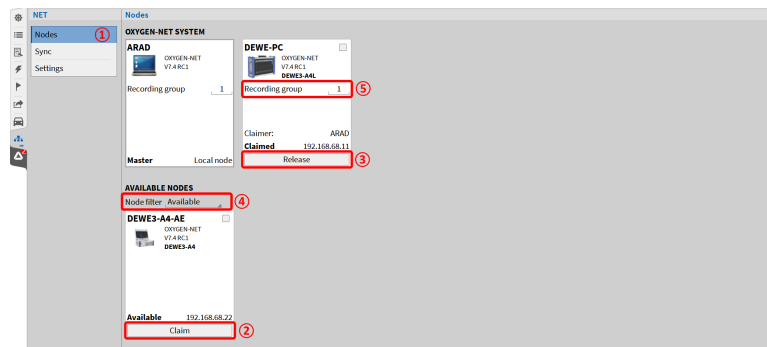

Abb. 15.9: OXYGEN-NET Menü – Knoten
Das Menü *Knoten* (siehe ① in Abb. 15.9) bietet einen Überblick über alle Messgeräte, die mit demselben Ethernet-Netzwerk verbunden sind. Der Abschnitt *Verfügbare Knoten* zeigt alle verfügbaren Geräte an, während der Abschnitt *OXYGEN-NET System* alle mit dieser Master-Unit verbundenen Slave-Units anzeigt.
Um ein OXYGEN-NET Netzwerk zu erstellen oder zu erweitern, muss die Option *OXYGEN-NET aktivieren* auf jedem beteiligten Gerät aktiviert sein. Damit ein Gerät beansprucht werden kann, muss außerdem die Option *Steuerung erlauben* aktiviert sein. Um diese Optionen zu aktivieren und zu deaktivieren, siehe *OXYGEN-NET Menü – Einstellungen*. Geräte, bei denen die Optionen *OXYGEN-NET aktivieren* und *Steuerung erlauben* aktiviert sind, können von einer Master-Unit beansprucht und mit dem OXYGEN-NET-System verbunden werden. Um ein Gerät zu beanspruchen, klicken Sie auf die Schaltfläche *Claim* unter dem entsprechenden Messgerät oder wählen Sie mehrere Geräte über das Kontrollkästchen aus und klicken Sie auf eine beliebige Schaltfläche *Claim* (siehe ② in Abb. 15.9). Einmal beansprucht, werden diese Geräte als Slave-Geräte betrachtet.
Beanspruchte Geräte können durch Anklicken der entsprechenden Schaltfläche *Release* (siehe ③ in Abb. 15.9) aus dem OXYGEN-NET System freigegeben werden. Nach der Freigabe kann das Messgerät wieder als eigenständiges Gerät verwendet oder an ein anderes OXYGEN-NET System angeschlossen werden.
Der Knotenfilter (siehe ④ in Abb. 15.9) ermöglicht es dem Benutzer, die verfügbaren Messgeräte nach ihrem Status zu sortieren:
Im Eingabefeld *Recording Group* (siehe ⑤ in Abb. 15.9) kann der Benutzer eine Recording Group-ID festlegen. Alle Geräte mit der gleichen ID bilden eine Recording Group, die alle Recordingbefehle (Start, Pause, Stopp) gemeinsam nutzt. Dies ermöglicht Aktionen wie das Starten eines Recordings auf einem Master-Gerät und das Stoppen auf einem anderen.